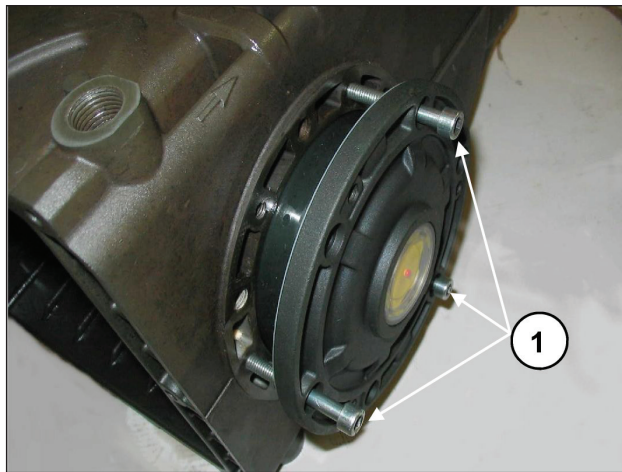

图8
为了便于第一部分的注油和盖子在泵壳的插入，建议使用3个部分螺纹的M6×40螺丝（图8，位置①），然后使用附带的螺丝（M6X16）完成操作。